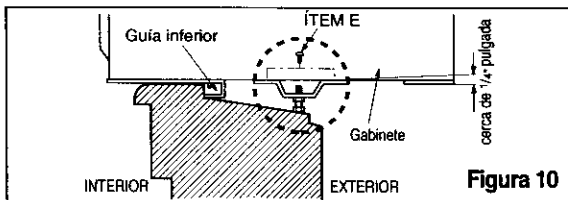

Figura 10
**8** Seleccione la posición en la que colocará el soporte de antepecho cerca del punto más externo en el antepecho (Figura 10). Fije el soporte de antepecho al orificio del carril del gabinete en relación con la posición seleccionada usando el tornillo (ÍTEM E).